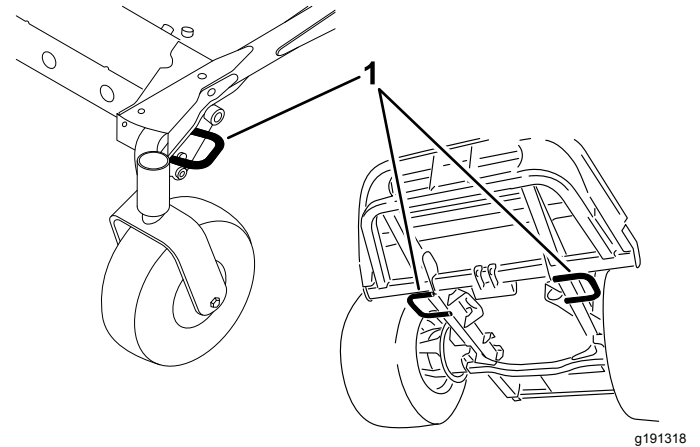

図 27
5. マシンにはロープ固定用のアイがついているので、チェーンやロープなどを使ってトラックやトレーラに機体をしっかりと固定する 図 27。